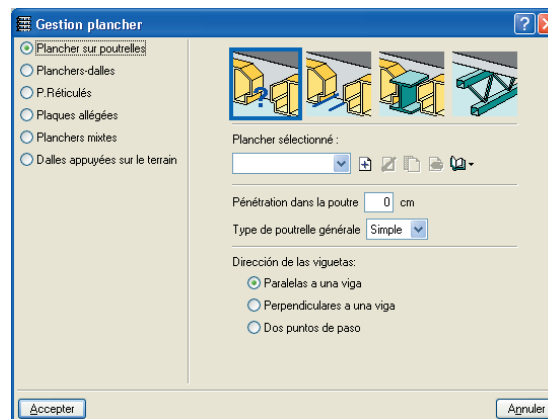
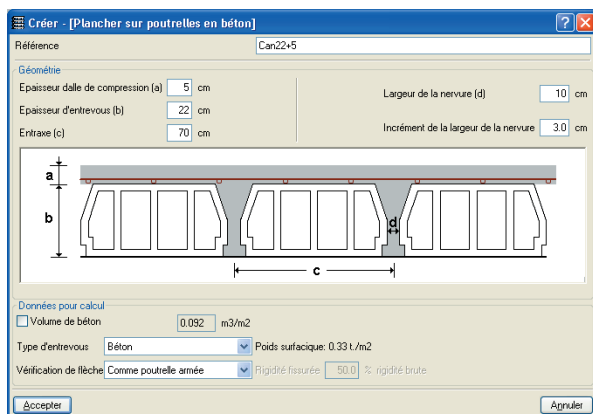

Fig. 14.53
Fig. 14.54
- Cliquez sur l'option **Planchers sur poutrelles** et la fenêtre de dialogue prendra l'aspect de la figure 14.53.
- Il est nécessaire que vous définissiez les caractéristiques du plancher que vous allez introduire. Pour cela, cliquez sur le bouton  situé sous les dessins de la fenêtre de dialogue de la figure 14.53. Introduisez les valeurs indiquées à la figure 14.54.
- Cliquez ensuite sur **Accepter** pour revenir à la fenêtre **Gestion des planchers** (Fig. 14.53). Dans la partie inférieure de cet écran, vous pouvez définir la disposition des poutrelles. Pour notre exemple, sélectionnez la première option, **Parallèles à une poutre**, puis **Accepter**.